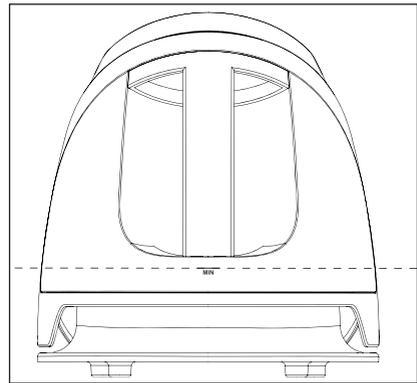

Fig. 1
- ▶ Non appena il livello del serbatoio dell'acqua **7** scende al di sotto del segno **MIN** (vedere fig. 1), non viene più pompata acqua nella camera del vapore e l'erogazione di vapore si arresta.